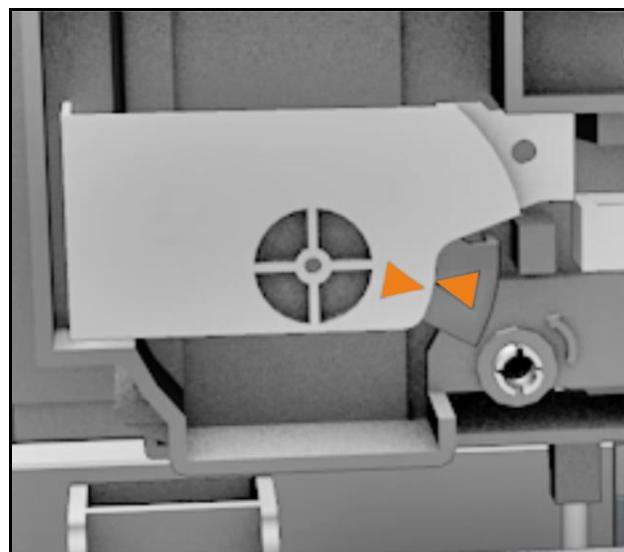

Figura 160 Unidad de limpieza desbloqueada
- 6** Utilizando un destornillador, gire el cabezal de impresión (A) a través del desbloqueo del mismo (B) 90° en sentido antihorario a la posición de desbloqueo (véase Figura 160).